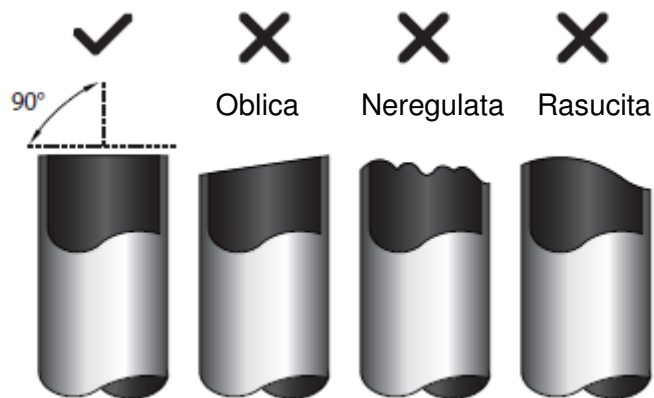

Fig. 7.1
1. Asigurati-va ca ati taiat conducta la un unghi perfect de 90°. Consultati Fig. 7.1 pentru exemple de taieri gresite.